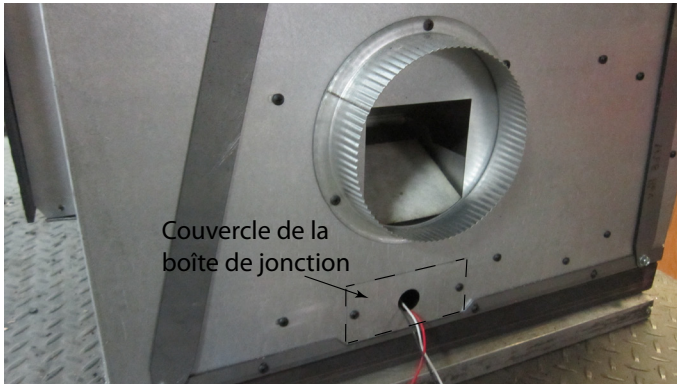

Figure 4.1 Couvercle de la boîte de jonction
- Retirez le couvercle de la boîte de jonction situé en bas à droite du foyer pour accéder aux fils de la prise. Voir la figure 4.1.